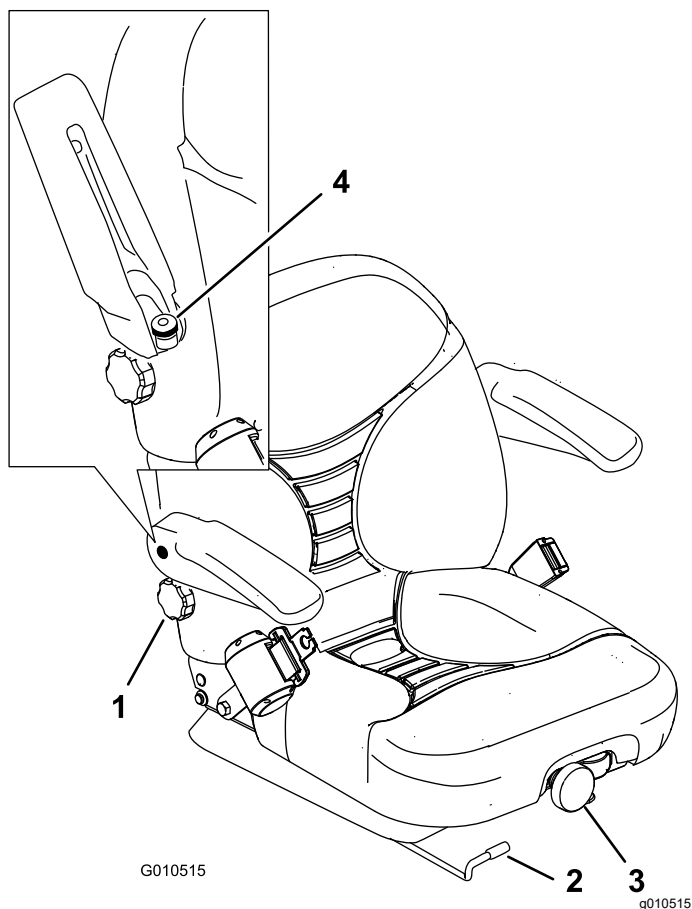

Figure 31
1. Poussez le levier de réglage sur le côté pour débloquer et régler le siège (Figure 31).
Pour ce faire, tournez le bouton avant dans un sens ou dans l'autre pour obtenir la position la plus confortable (Figure 31).
Pour ce faire, tournez le bouton situé sous l'accoudoir droit dans un sens ou dans l'autre pour obtenir la position la plus confortable (Figure 31).
Relevez l'accoudoir et tournez le bouton dans un sens ou dans l'autre pour obtenir la position la plus confortable (Figure 31).